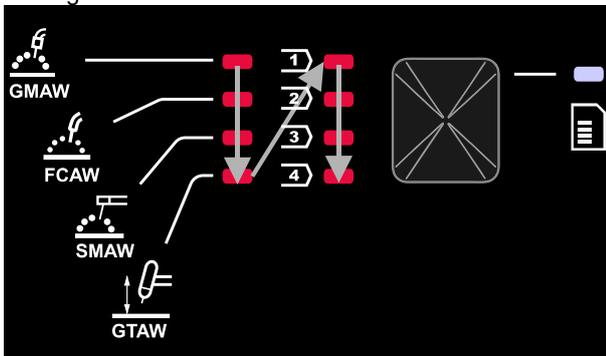

Abbildung 5
- Drücken Sie erneut die linke Taste [27], die Schweißprogrammnummer (28 oder 29) wechselt zum nächsten Programm in der in Abbildung 5 gezeigten Reihenfolge.